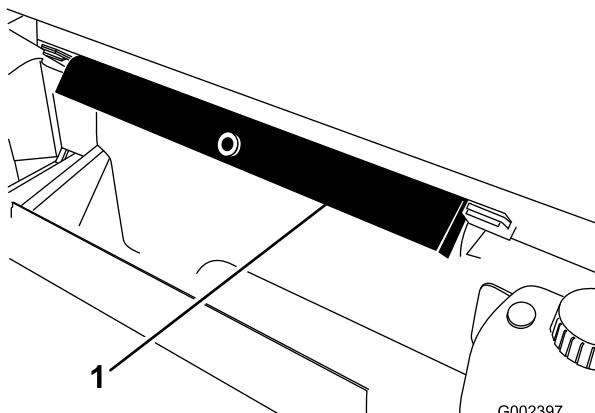

Figura 6
6. Retire el soporte de la plataforma de los soportes situados en la parte trasera del panel de protección anti-vuelco (Figura 6).